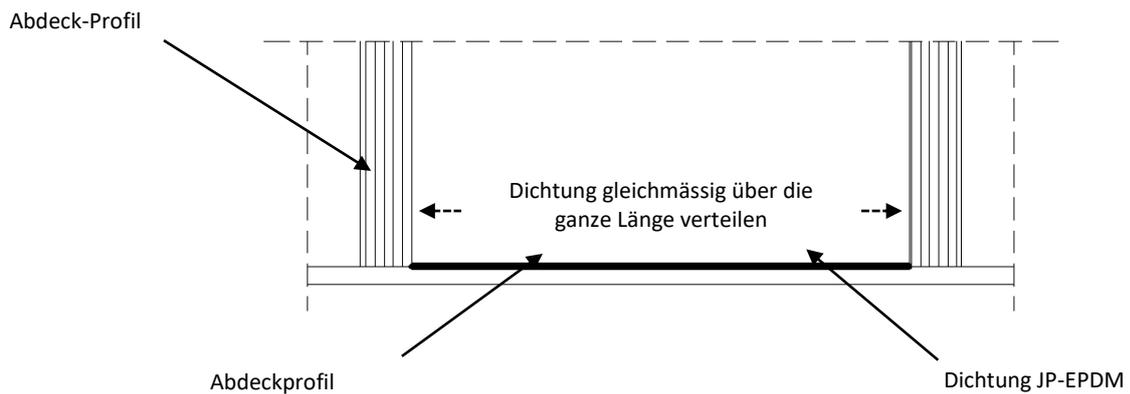

Abb. 55 Montage der EPDM-Gummidichtung Typ JP
- Abb. 55 Montage der EPDM-Gummidichtung *Typ JP*). Die JP-EPDM-Dichtung wird in Abschnitten geliefert. **Achtung! Die gelieferten Abschnitte nicht kürzen!** Durch das Kürzen kann es zu Undichtigkeiten im Lichtband kommen.
15. Presse die EPDM Dichtungen zwischen die Kanten der Basis-Profile und der Polycarbonat-Platten entsprechend der Zeichnung (Abb. 55 Montage der EPDM-Gummidichtung Typ JP). Die JP-EPDM-Dichtung wird in Abschnitten geliefert. **Achtung! Die gelieferten Abschnitte nicht kürzen!** Durch das Kürzen kann es zu Undichtigkeiten im Lichtband kommen.